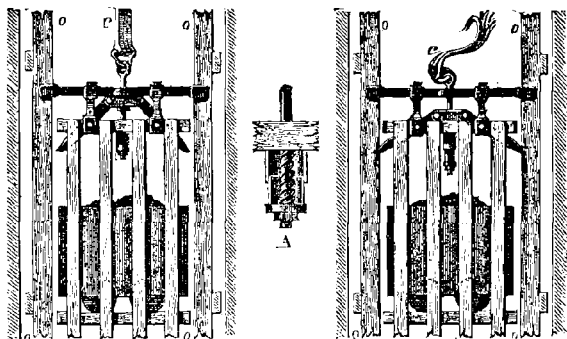

Fig. 44.
3. Dans le principe, on établissait le guidage d'une façon fort simple. Quatre câbles étaient tendus entre le fond et l'orifice du puits, et les bennes, maintenues entre ces câbles ou guides, par des anneaux ou des espèces de crochets, effectuaient la montée et la descente en conservant une position verticale et sans pouvoir se rencontrer. Ce système existe encore dans les mines peu importantes. Dans les grandes exploitations, on a remplacé les câbles par quatre suites de poutrelles formant un double chemin de bois. Cette innovation a bientôt conduit à une autre, qui est surtout en usage dans les mines où le câble de suspension est mis en mouvement par une machine à vapeur très-puissante. Dans ces mines, les bennes sont placées dans une **cage** en bois ou en fer, qui peut en contenir plusieurs, et cette cage, attachée directement au câble *c* (*fig. 44*), se meut entre les deux lignes de poutrelles *oo*, qu'elle embrasse à l'aide de coulisses en métal.